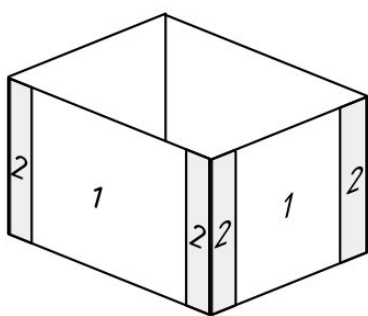

РИС. 15
- В какой условной зоне фасада находится прикрепляемая панель (см. рис. 15) (панели в крайних зонах более всего подвержены порывам ветра — зона 2)